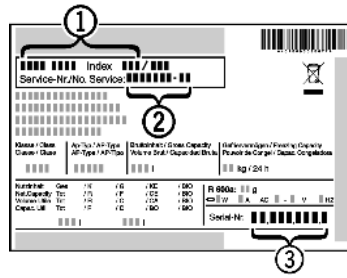

Fig. 20
- ▶ Očitajte naziv uređaja *Fig. 20 (1)*, servisni broj *Fig. 20 (2)* i serijski broj *Fig. 20 (3)* s tipske pločice. Tipska pločica nalazi se na lijevoj unutarnjoj strani uređaja.
- ▶ Obavijestite službu za kupce i javite im kvar, naziv uređaja *Fig. 20 (1)*, servisni broj *Fig. 20 (2)* i serijski broj *Fig. 20 (3)*.